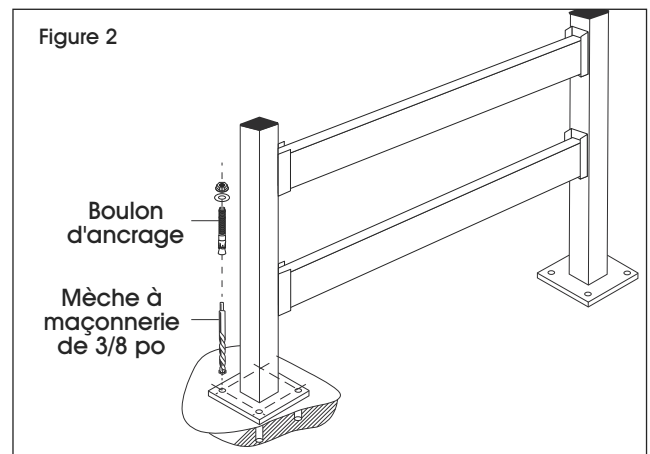

Figure 2
4. En vous servant d'une mèche à maçonnerie de 3/8 po, percez un trou d'environ 7,6 cm (3 po) de profondeur dans le plancher. (Voir Figure 2)